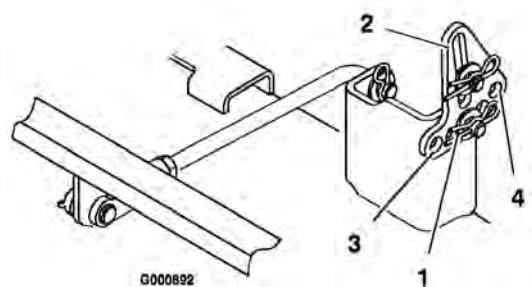

Figure 42
- Enlevez la goupille fendue et la rondelle de l'une des pattes de mise à niveau (Figure 42). Pour mettre les lames de niveau, fixez les pattes de mise à niveau dans un autre trou à l'aide de la rondelle et de la goupille fendue (Figure 42). Utilisez un trou plus en avant pour réduire la hauteur de ce côté, ou un trou plus en arrière pour l'augmenter. Réglez les deux côtés selon les besoins.